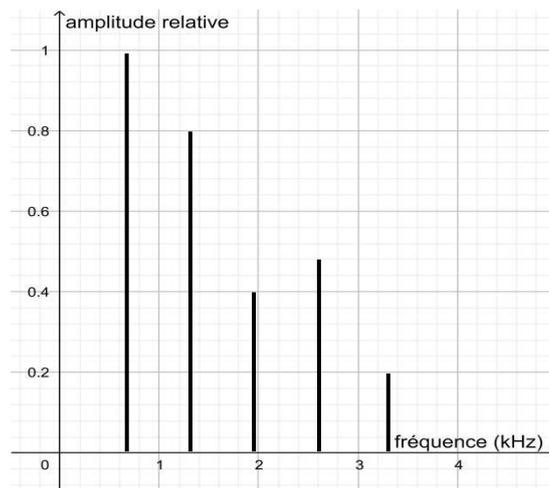

Figure 1. Spectre correspondant au mi4 joué par la guitare
**3-a-** À partir de la figure 1 du document 4, indiquer, en justifiant, si le son émis par la guitare est un son pur ou un son composé.
**3-b-** À partir de la figure 1 du document 4, déterminer la fréquence fondamentale du mi4 joué par la guitare. Décrire la démarche employée.